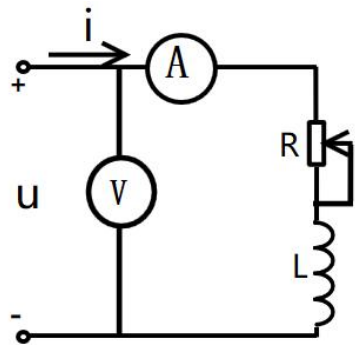

图 3-2
2. (5 分) 如图 3-2 所示电路, 已知当滑动变阻器的滑片移到中间位置时,  $u = 220\sqrt{2}\sin 314t\text{V}$ ,  $i = 2.2\sqrt{2}\sin(\sin 314 - 60^\circ)\text{A}$ , 请完成下列问题: